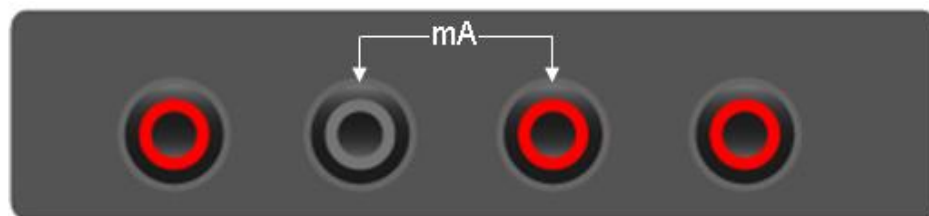

图2-9
- 将黑色表笔插入COM香蕉插口输入端，红色表笔插入mA香蕉插口输入端，如图2-9。